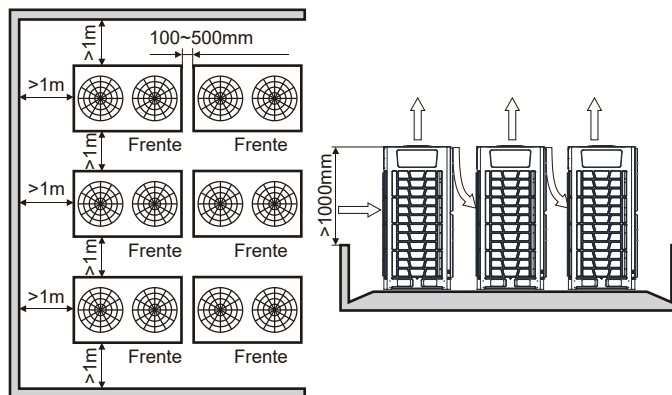

Fig. 3.12 Más de 2 filas
- 5) Si las unidades exteriores están más altas que las barreras circundantes y se disponen en más de dos filas, consulte la Fig. 3.12.